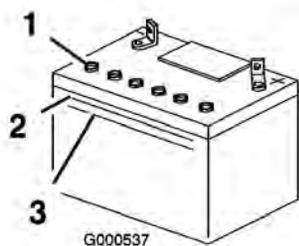

Figura 35
- Mire hacia el lateral de la batería. El electrolito debe llegar a la línea superior (Figura 35). No permita que el electrolito esté por debajo de la línea inferior (Figura 35).
- Retire los tapones de ventilación de la batería (Figura 35).
- Vierta lentamente agua destilada en cada célula de la batería hasta que el nivel de electrolito llegue a la línea superior (Figura 35) de la caja de la batería.
- Espere de cinco a diez minutos después de llenar las células de la batería. Añada agua destilada, si es necesario, hasta que el nivel de electrolito llegue a la línea superior (Figura 35) de la caja de la batería.